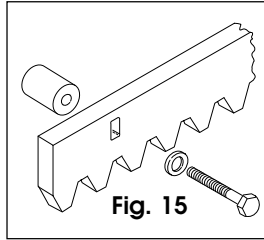

Fig. 15
4.4.2 CREMAILLÈRE EN ACIER A VISSER (Fig. 15)